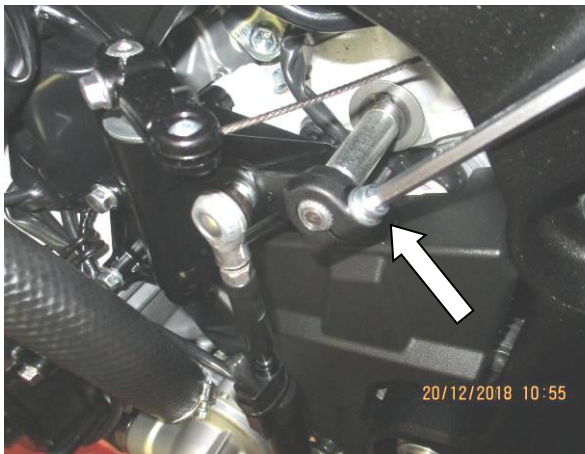

Abbildung 7
- Wenn die Option 'Racing-Schaltung' erwünscht ist, lösen Sie die Klemmschraube vom Schaltgestänge (siehe Abbildung 7) und entfernen Sie das Schaltgestänge.